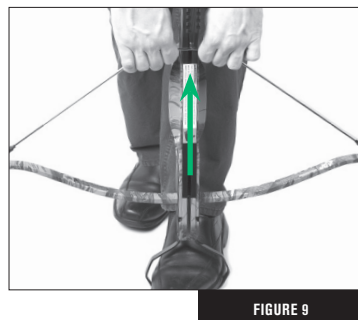

FIGURE 9
- Con el pie firmemente apoyado en el estribo, tire del encordador hacia arriba hasta que se bloquee con seguridad en el mecanismo del gatillo (Fig. 9).